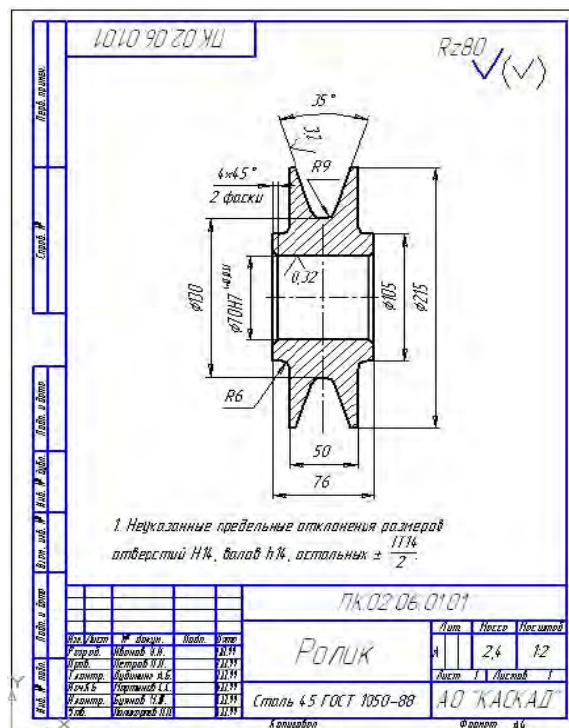

Рис. 22. Чертеж ролика
1. Начертить ролик по рис. 22 без штампа. Указать материал: Сталь 45 ГОСТ 1050—88.
1. В чертеже ролика (см. рис. 22) удалить надпись о предельных отклонениях.